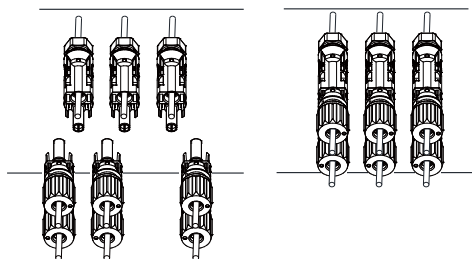

Figura 5.6 Conexão de entrada CC
d) Por fim, insira os conectores FV nas entradas FV positiva e negativa do inversor, conforme mostrado na Figura 5.6.